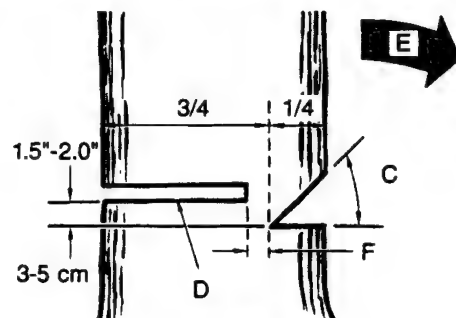

Fig. 9
Scier le trait d'abattage (D) de l'autre côté du tronc, 3 à 5 cm (1,5 à 2,0 po) au-dessus de l'entaille d'abattage (C) (Fig. 9).